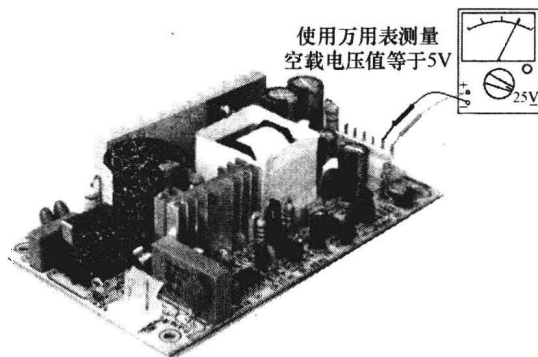

图 2-4 使用万用表检测空载
(1) 空载检测电源部分 如果现场情况允许的话,可将负载先断开,单独检测电源部分。此时要通电进行。使用万用表测量各组电源的输出电压值,如图 2-4 所示。所测电压均正常。
(2) 负载是否有过载 使用万用表测量各负载的电阻值,有一定的阻值(如果电阻值为零或很小,说明可能发生了短路故障。注意各数控系统的电阻值是不同的),没有发现问题。